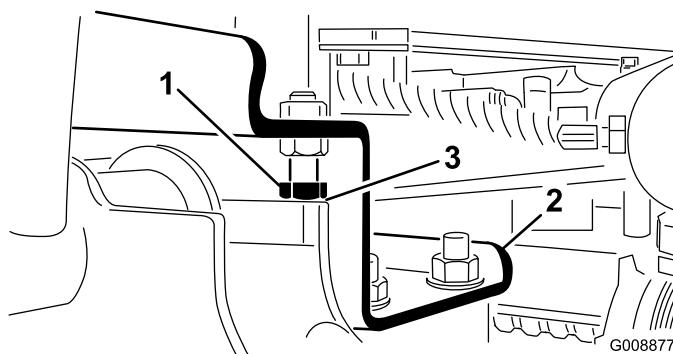

Рисунок 26
- Ослабьте затяжку фиксирующих болтов и отрегулируйте цилиндр, чтобы получить нужный зазор (Рисунок 26).
- 2. Проверьте, чтобы зазор между каждой стрелой и фиксирующим болтом составлял от 0,13 до 1,02 мм (Рисунок 26).